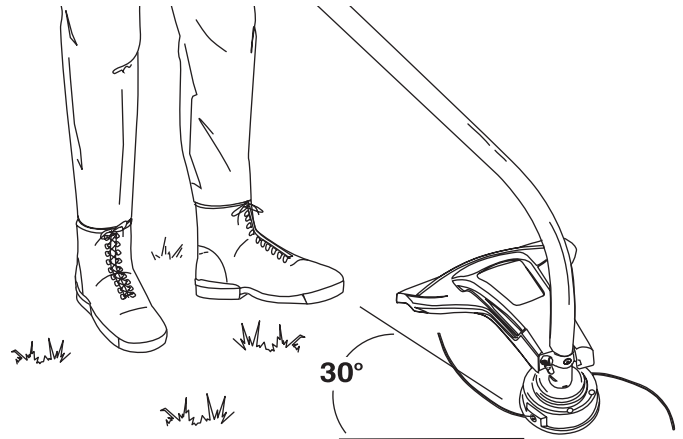

Fig. 14
**SI FRIO...** Para condiciones de clima frío (inferior a 4°C/ 40°F), ponga la Palanca de Arranque en Frío (Fig. 14) en la posición de cerrada/encienda y proceda al paso 3. **NO** mueva esta palanca hacia abajo si la temperatura sobrepasa 4°C (40°F).
Gire toda la unidad a modo de que el accesorio de corte se ubique a un ángulo de 30° con el suelo (Fig 14).